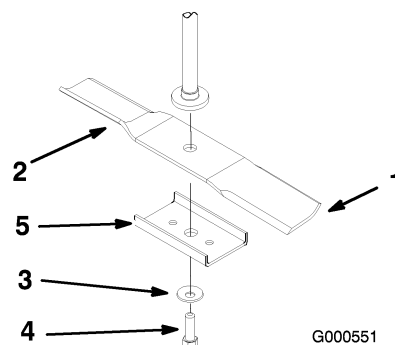

Figure 39
Tenez la lame à son extrémité avec un chiffon ou un gant épais. Enlevez de l'axe, le boulon, la rondelle bombée, le renfort et la lame (Figure 39).
1. Placez la lame sur l'axe avec le renfort (Figure 39).
- Montez la rondelle bombée (face concave vers la lame) et le boulon de lame (Figure 39). Serrez les boulons de lame à 47–88 Nm (35–65 pieds-livre).